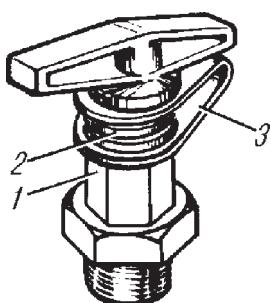

Рис. 82. Клапаны контрольного вывода:
**Клапаны контрольного вывода** (рис. 82) предназначены для определения выходных параметров давления воздуха по контурам с помощью контрольных манометров. Для подсоединения к клапану следует применять шланги с накидной гайкой M16x1,5 и манометры с пределом измерений 0-1000 кПа (0-10 кгс/см2) класса точности 1,5. Клапаны контрольного вывода установлены: